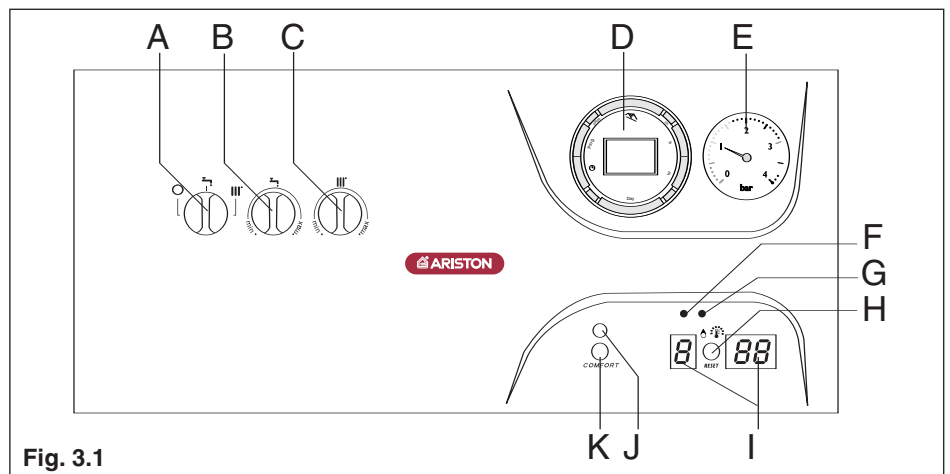

Fig. 3.1
2. Tournez l'interrupteur "A" allumé/éteint (Fig. 3.1) sur le bandeau jusqu'à la position "hiver".
6. Pour débloquer le système d'allumage, appuyez et lâchez ensuite la touche "H" (Fig. 3.1) de réarmement. Le brûleur s'allume, si la première tentative échoue parce qu'il faut purger le tuyau du gaz, répétez l'opération toutes les 30 secondes jusqu'à ce qu'il y ait allumage.